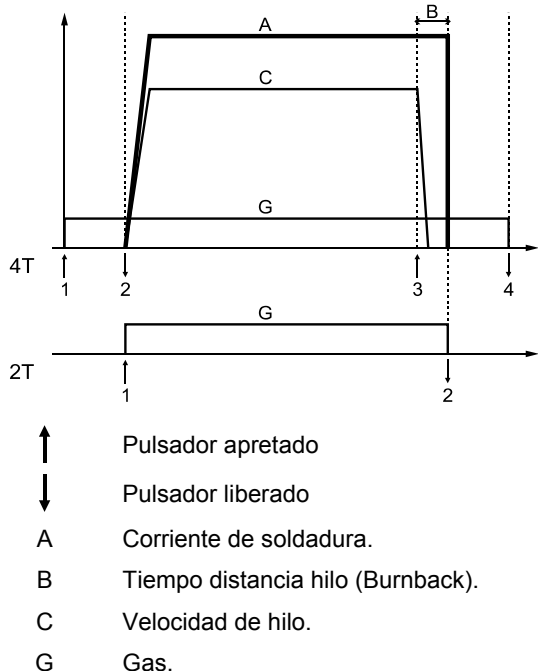

Figura 9.
20. **Conmutador de modo de soldadura:** permite seleccionar el modo 2 pasos o 4 pasos de la antorcha. La funcionalidad del modo 2T/4T se muestra en la figura 9.